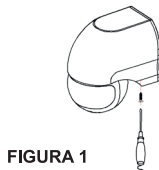

FIGURA 1
- * Liberte o parafuso na parte traseira e retire o fundo (consulte a figura 1).